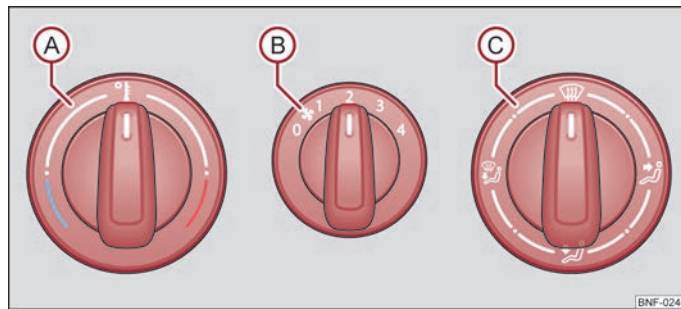

Fig. 55 Varmeanlæg: betjeningselementer
- Drej drejekontakten ① ⇒ Fig. 55 mod højre for at øge temperaturen.
- Drej drejekontakten ① mod venstre for at reducere temperaturen.
- Betjeningselementerne Ⓐ, Ⓑ, Ⓒ ⇒ Fig. 55